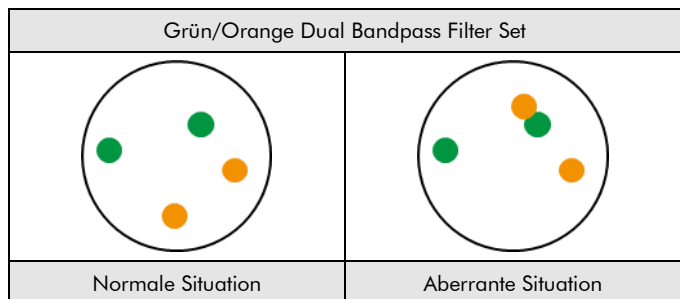

Abb. 2: Zu erwartende Ergebnisse in normalen und aberranten Zellkernen
**Normale Situation:** In Interphasen von normalen Zellen oder Zellen ohne eine Translokation der entsprechenden Genregion erscheinen zwei einzelne grüne und zwei einzelne orange Fusionssignale (siehe Abb. 2).
**Aberrante Situation:** Eine Genfusion wird durch ein separates oranges Signal, ein separates grünes Signal sowie durch ein orange/grünes Fusionssignal gekennzeichnet (siehe Abb. 2).